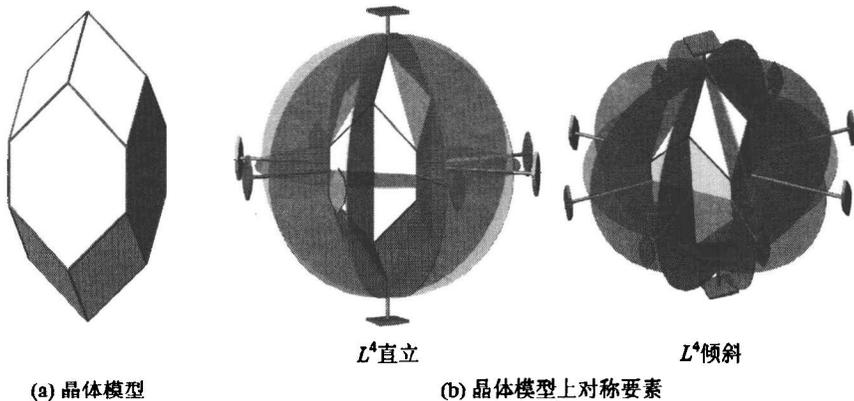

图3-1 对称要素及组合定理分析举例1图示
**例1:**见图3-1。晶体模型上垂直  $L^4$  有4个  $L^2$ ,符合定理1;包含  $L^4$  有4个  $P$ ,符合定理3;垂直  $L^4$  有1个  $P$ ,则产生1个  $C$ ,符合定理2。